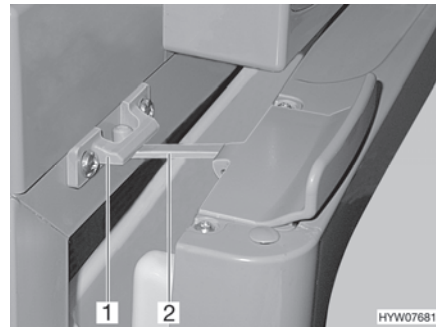

Bild 125 Kylskåpsdörr i ventilationsläge (Thetford)
■ För upp låset (Bild 125,2) och haka fast det i låsfästet (Bild 125,1). Därvid stannar kylskåpsdörren i öppet läge.